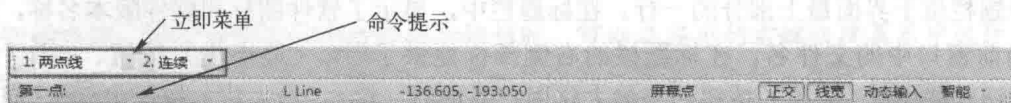

图 1-11 立即菜单
(2) 立即菜单 立即菜单描述了当前命令执行的各种情况和使用条件。通常执行某一个制图命令时，系统会在绘图区底部弹出一行立即菜单，并在状态栏中显示相应的操作提示和执行命令状态，如图 1-11 所示[以单击 \swarrow （直线）按钮为例]。